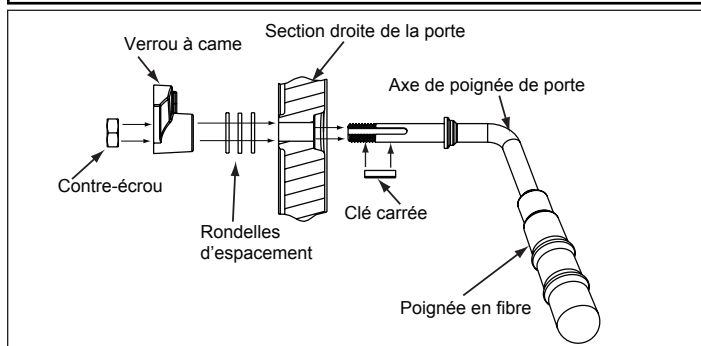

Figure 19.2
2. Placez une deuxième ou plusieurs rondelles comme illustré à la **Figure 19.2**.
6. Installez la poignée en fibre. **Figure 19.2**